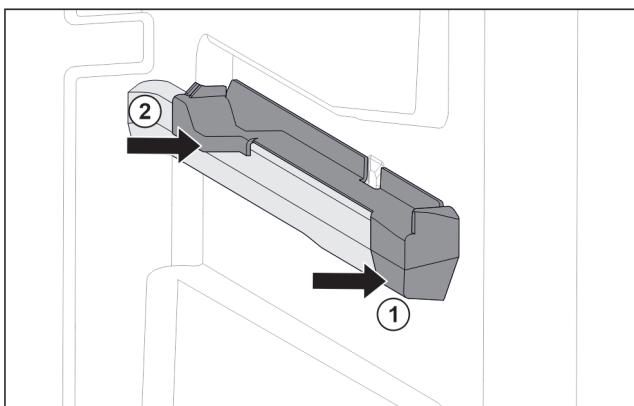

Fig. 63 Piesă de fixare pe nervura din dreapta a recipientului
- Așezați piesa de fixare în față pe nervura recipientului. Fig. 63 (1)
- Apăsați piesa de fixare spre spate. Fig. 63 (2)